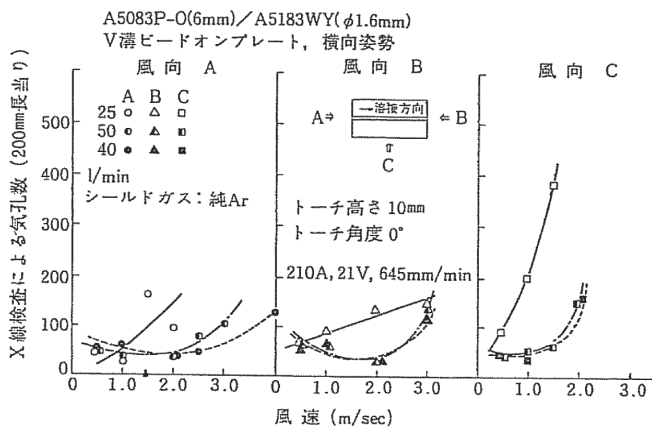
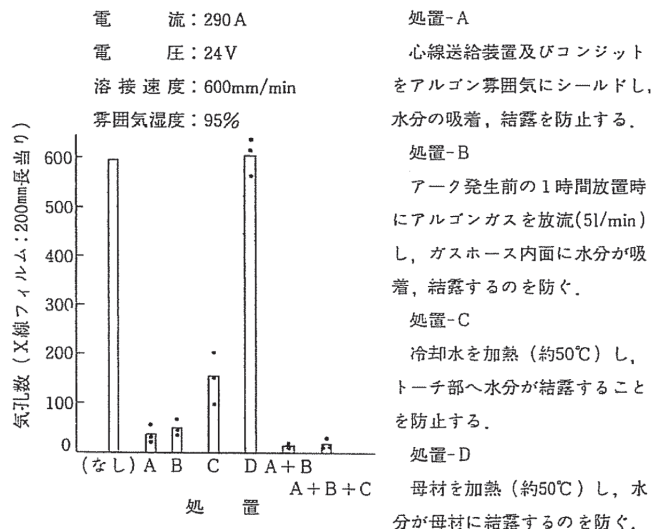

Fig. 2 風速、風向と気孔数の関係（ガス流量を増加した場合）
Fig. 3 高湿度域における気孔防止対策
②の作業環境に関しては、風速、風向に注意が必要であり、Fig. 2には「風速、風向と気孔数の関係（ガス流量を増加した場合）」²⁾を示していますが、屋内に設備排気がある場合や屋外作業等では状況に応じ防風処置が必要になってきます。また、湿度に関してはプリフローが効果的であり、その設定については、Fig. 3の「高湿度域における気孔防止対策」²⁾を参考にするとよいでしょう。